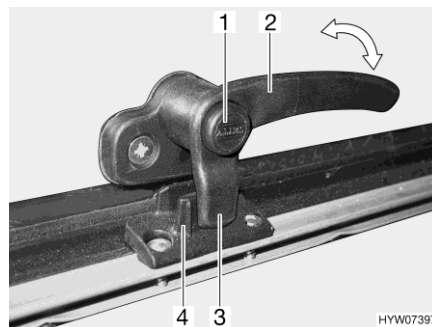
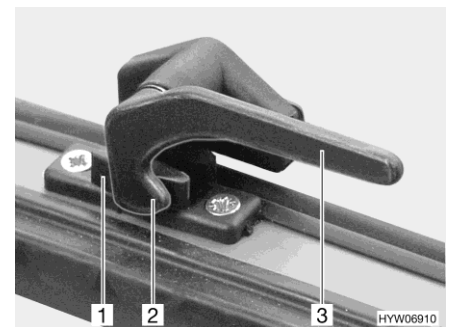

Bild 78 Verriegelungshebel mit Sicherungsknopf in Stellung "geschlossen"
Bild 79 Verriegelungshebel in Stellung "geschlossen"
- Wenn vorhanden, Sicherungsknopf (Bild 78,1) drücken und gedrückt halten.
- Den Verriegelungshebel (Bild 78,2 oder Bild 79,3) eine viertel Umdrehung zur Fenstermitte hin drehen.
- Den Verriegelungshebel (Bild 78,2 oder Bild 79,3) eine viertel Umdrehung zum Fensterrahmen hin drehen.
- Die Verriegelungsnase (Bild 78,3 oder Bild 79,2) am Verriegelungshebel liegt komplett auf der Innenseite der Fensterverriegelung (Bild 78,4 oder Bild 79,1).
- in Stellung "fest verschlossen" (Bild 78 und Bild 79)